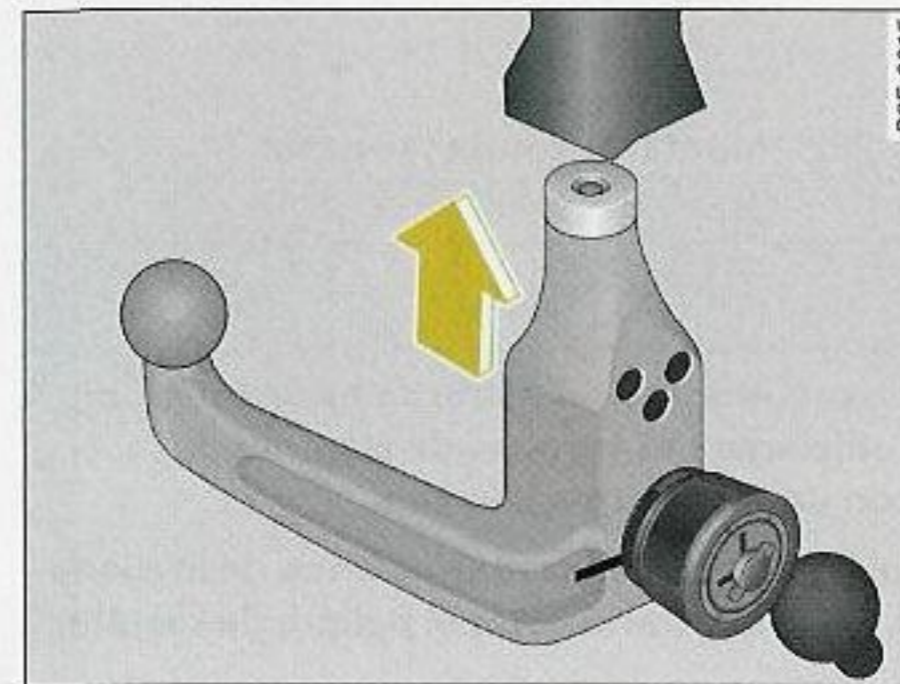

Fig. 215 Dispositivo desmontable para remolque: Colocar la rótula
- Coloque la rótula pretensada en el tubo de enclavamiento y haga presión hacia arriba en la dirección que indica la flecha ⇒ fig. 215 ⇒ ⚠. La rótula queda bloqueada automáticamente. Al bloquearse debe oírse claramente un chasquido de encastre.